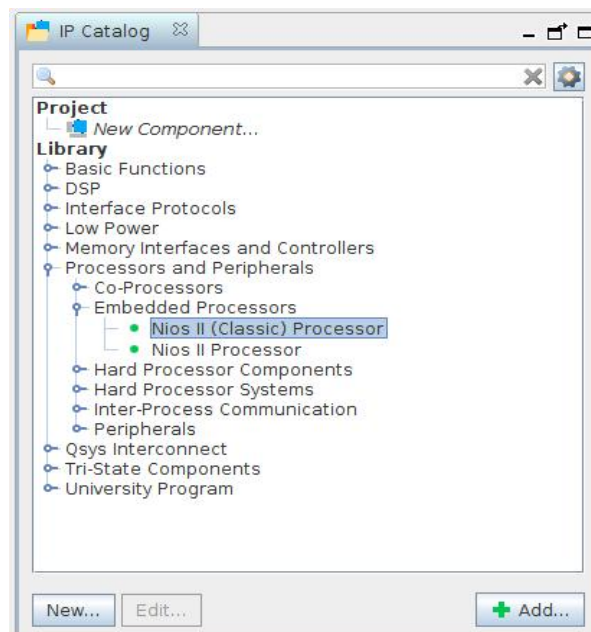

Рис. 6. Додавання ядра Nios II
3. Додайте до системи процесорне ядро. Для цього, у вкладці *IP Catalog* (вкладка знаходиться зліва у вікні *Platform Designer Tool*) оберіть *Library* → *Processors and Peripherals* → *Embedded Processors* → *Nios II (Classic) Processor* та натисніть кнопку *Add*. Відкриється вікно зображене на рис. 6.